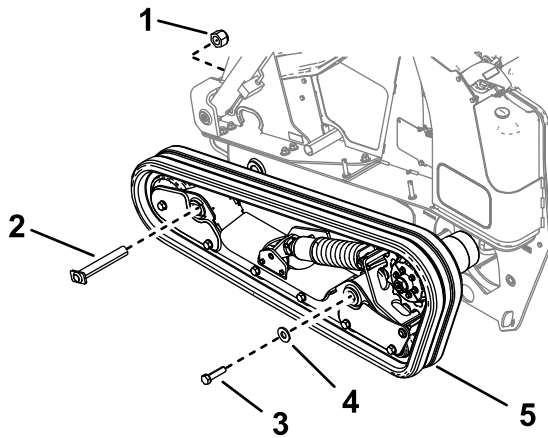

Bild 11
1. Bremsenbefestigung 2. Schraube, $\frac{3}{8}$ " x $1\frac{1}{4}$ " (2)
3. Montieren Sie die Kettenbaugruppe und befestigen Sie diese am Hauptrahmen mit der zuvor entfernten Schraube, Unterlegscheibe, Stift und Mutter (**Bild 11**).